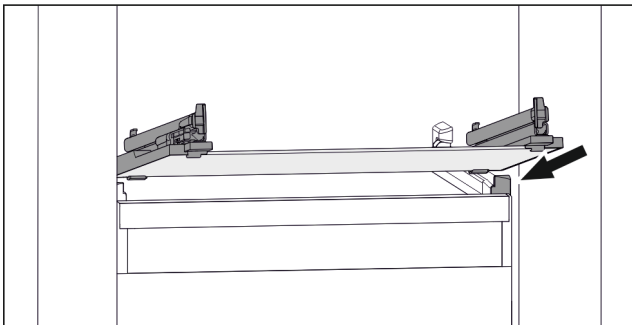

Fig. 84 Beispielhafte Darstellung der Glasplatte
- ▶ Glasplatte schräg hinter den Stopperrahmen aufsetzen. (siehe Fig. 84)